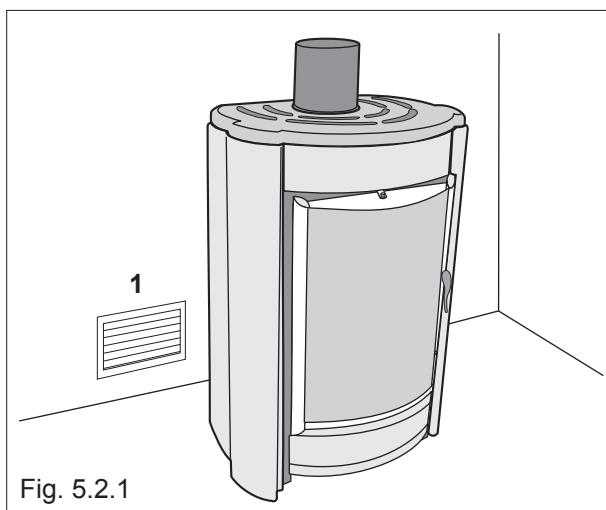

Fig. 5.2.1
- La **PRISE D'AIR EXTÉRIEURE** est indispensable pour assurer un afflux adéquat à l'**AIR de COMBUSTION** (Fig. Fig.5.2.1), surtout s'il y a des fenêtres à double vitrage et des joints. Faire un trou donc d'au moins 10 cm de diamètre dans le mur extérieur (1= Prise d'air extérieure). Ce trou devra si possible être fait sous le niveau du plan feu, derrière ou à côté de l'appareil et devra être doté d'une grille anti-insectes et d'un volet de fermeture (Fig.5.2.1).
- La **TOMA DE AIRE EXTERIOR** es indispensable para asegurar el adecuado caudal de **AIRE de COMBUSTIÓN** (Fig. 5.2.1), en especial si hay cierres con doble acristalamiento y cierres herméticos. Por tanto, hace falta realizar un orificio de al menos 10 cm de diámetro en una pared al exterior (1=Toma de aire exterior). El orificio tendrá que hacerse a ser posible bajo el nivel del plano de fuego, detrás o al lado del equipo y deberá estar dotado tanto de rejilla antinsectos como de cierre (Fig.5.2.1).